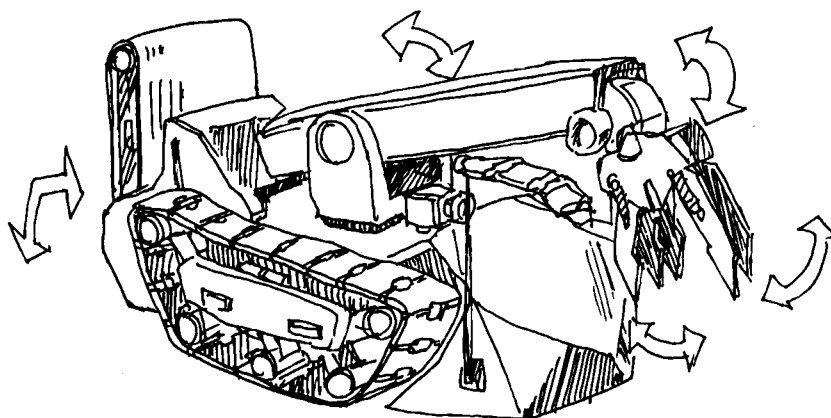

図 1 全体図
- ・ハンドの縦・横回転により、ダミヤンの上にある板状の瓦礫にも対応。→図 1